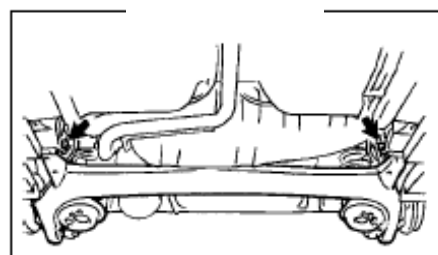

Рис. 206
8. Опустите балку заднего моста,открутив два болта(рис. 206)